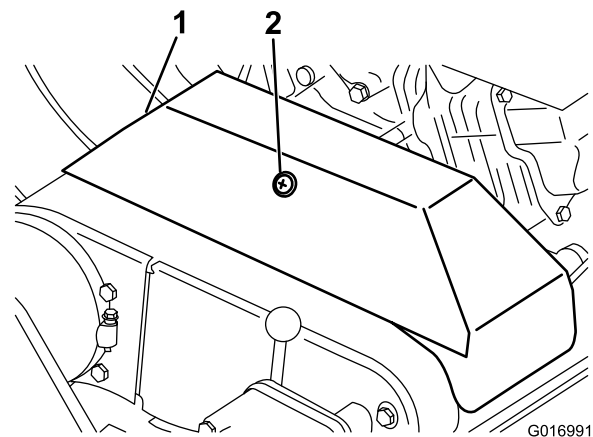

Figura 40
2. Afloje el retenedor que sujeta la cubierta de las correas en V y abra la cubierta (Figura 40).